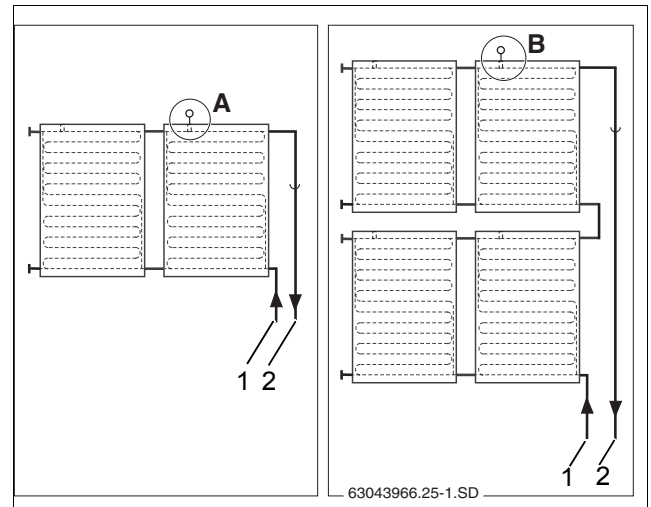

Рис. 31 Место установки датчика коллектора (схематическое изображение)
Обратите внимание на разные места установки при одно- и двухрядной коллекторной системе (рис. 31).
Датчик должен устанавливаться в коллектор, к которому подключена подающая линия (рис. 31, [2]).
- Место установки (рис. 31, [A]) в однорядной системе коллекторов.
- Место установки (рис. 31, [B]) в двухрядной системе коллекторов.